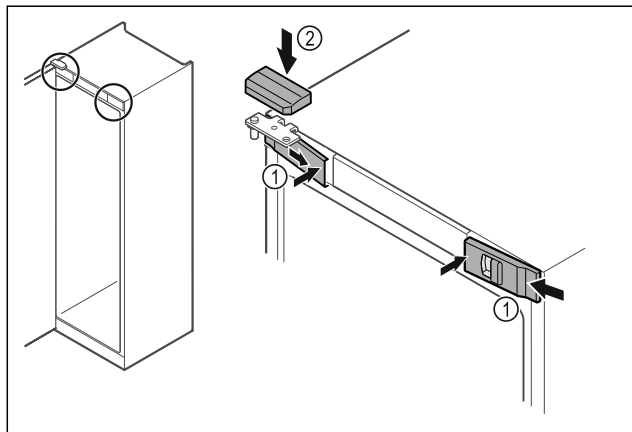

Fig. 44
- ▶ Přední kryty Fig. 44 (1) bočně zahákněte a zaklapněte dovnitř.
- ▶ Horní kryt Fig. 44 (2) shora zaklapněte.